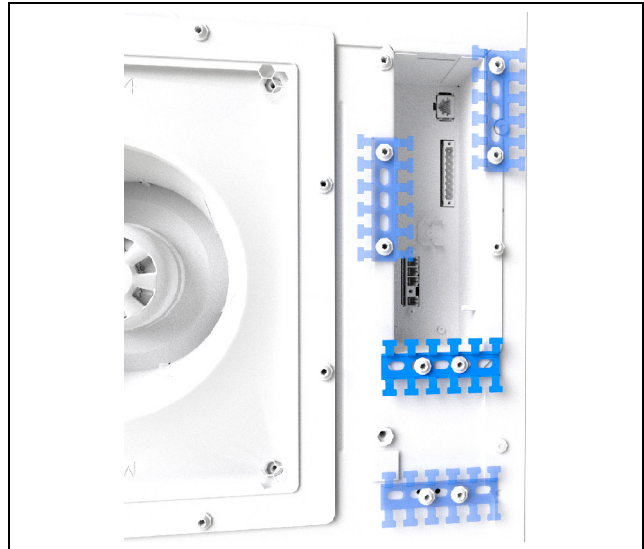

Fig. 19: Montagem da guia para cabos (exemplo)
- O contato da blindagem do cabo pode ser feito na guia para cabos (fig. 19)